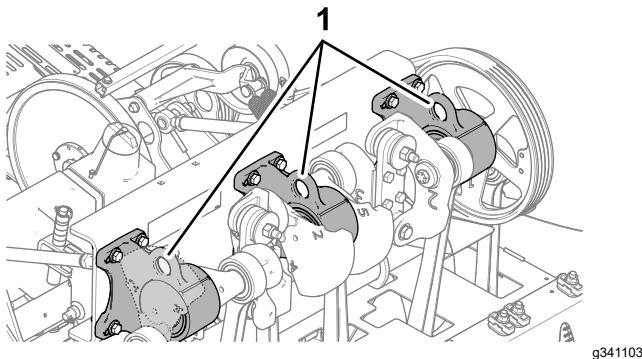

Figura 3
**Nota:** Se disponível, utilize um gancho para levantar a traseira da máquina. Utilize os olhais das caixas de rolamentos da cabeça de perfuração como pontos de ligação da talha (Figura 3).